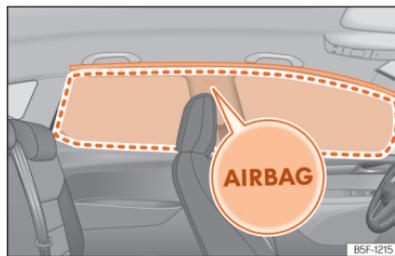

Fig. 34 Localização e raio de alcance do airbag da cabeça.
Os airbags da cabeça estão localizados de ambos os lados do habitáculo, por cima das portas »» Fig. 34 e estão assinalados pelo logo «AIRBAG».
Ao ativar-se, o airbag da cabeça ocupa a zona assinalada (raio de alcance) »» Fig. 34. Por este motivo, nunca se deverá colocar ou fixar objetos nesta zona »» ⚠.
- Assegure-se de que as crianças viajam sentadas corretamente nas suas cadeiras e não colocam a cabeça na zona de insuflação dos airbags para a cabeça »» Fig. 34, uma vez que, se os airbags disparassem, estes poderiam bater-lhes e causar-lhes lesões graves.